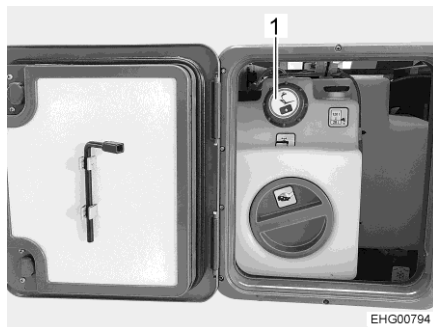

Fig. 66 Couvercle de fermeture pour bec de remplissage d'eau potable
- ▷ Le bec de remplissage d'eau potable (Fig. 66,1) est désigné par le symbole "🚰".
- Dévisser le couvercle de fermeture du bec de remplissage d'eau potable (Fig. 66,1).
- Visser le couvercle de fermeture sur le bec de remplissage d'eau potable (Fig. 66,1).